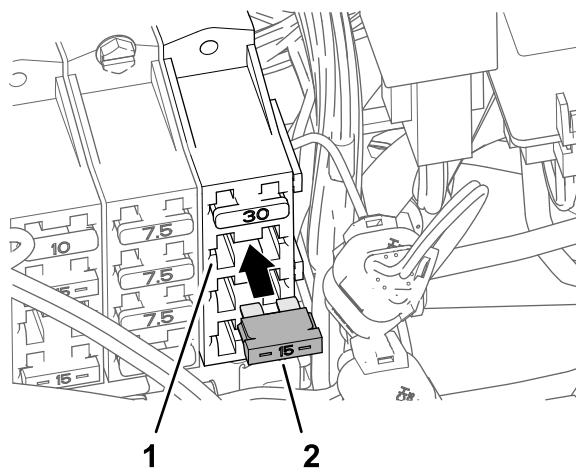

Рисунок 191
6. Вставьте предохранитель (15 А) в гнездо предохранителя 2 блока предохранителей 3 до полной посадки предохранителя (Рисунок 191).